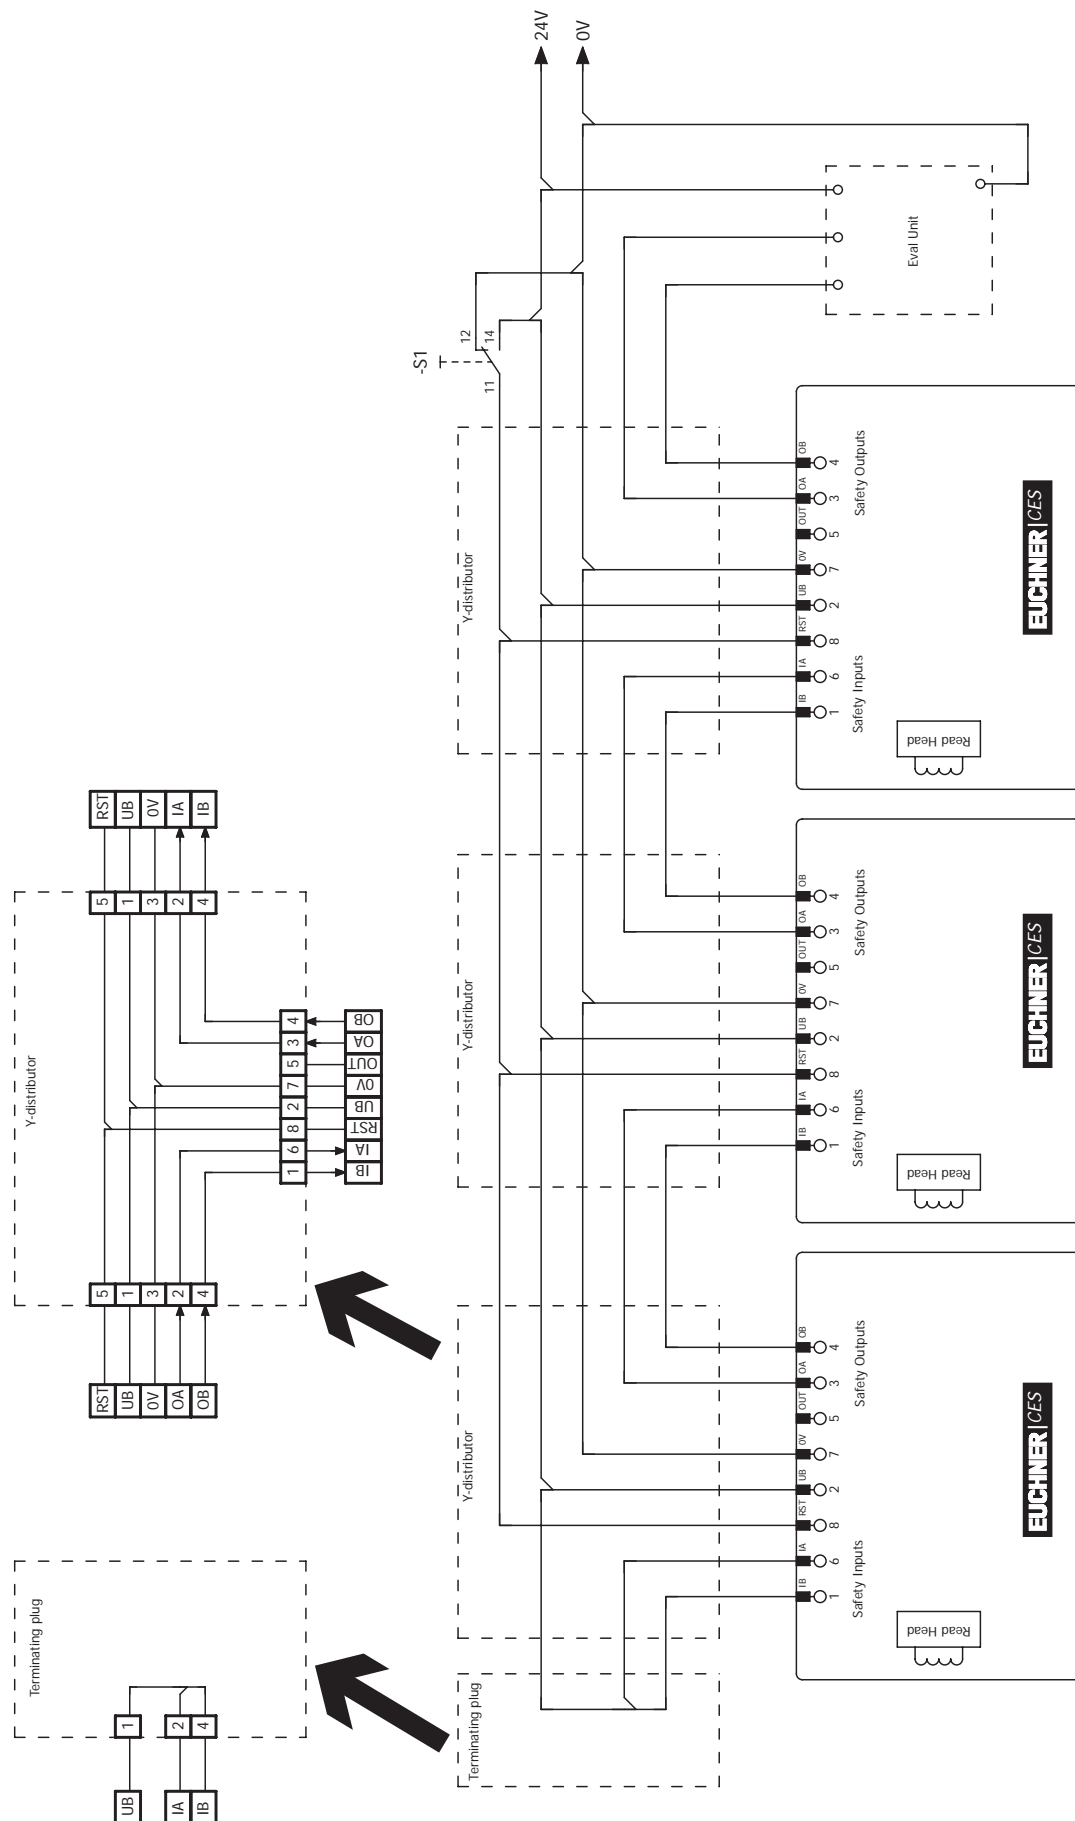

Figura 4: Esempio di collegamento in serie con reset e deviatore
- Si dovrà utilizzare un segnale comune per tutti i finecorsa di una catena. Questo potrebbe provenire da un deviatore oppure dall'uscita di un sistema di controllo. Un pulsante, in questo caso, non è idoneo poiché durante l'esercizio il reset deve sempre essere applicato a GND (vedi finecorsa S1 alla *Figura 4 a pagina 18*).
Perché questo sia possibile l'ingresso RST deve essere collegato come illustrato alla *Figura 4 a pagina 18*.